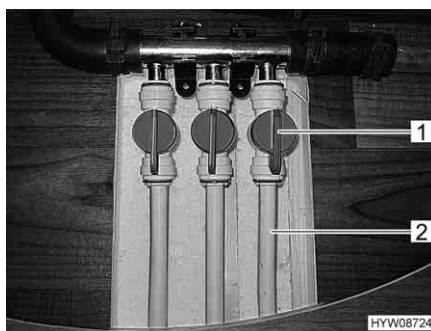

Fig. 118 Valvole di mandata del riscaldamento a pavimento
- Regolare la maniglia (Fig. 118,1) sulla valvola di mandata della linea desiderata (Fig. 118,2) in posizione parallela rispetto alla tubatura del riscaldamento. Questa linea del riscaldamento a pavimento lavora così alla massima potenza.
- Regolare la maniglia (Fig. 118,1) sulla valvola di mandata della linea desiderata (Fig. 118,2) in una posizione qualsiasi. In questo modo la potenza del riscaldamento di questa linea può essere regolata in modo continuo.
- Regolare la maniglia (Fig. 118,1) sulla valvola di mandata della linea desiderata (Fig. 118,2) in posizione trasversale rispetto alla tubatura del riscaldamento. Questa linea del riscaldamento a pavimento ora è disinserita.